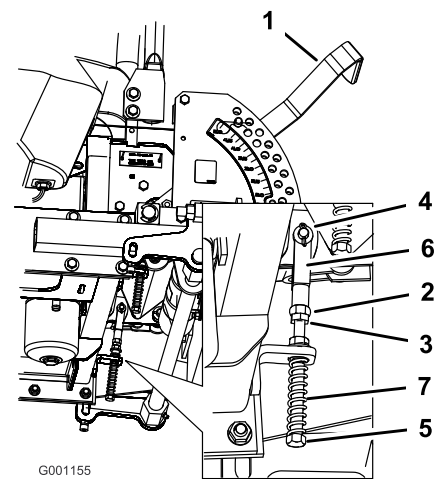

Bild 70
8. Sollte eine Einstellung erforderlich sein, lockern Sie die Mutter und die Klemmmutter gegen das Joch (Bild 70).
9. Drücken Sie den Fahrtriebshebel leicht nach hinten, drehen Sie den Kopf der Einstellschraube in die entsprechende Richtung, bis der Schalthebel in der Neutralsperrstellung zentriert ist (Bild 70).
10. Ziehen Sie die Mutter und die Klemmmutter an (Bild 70).